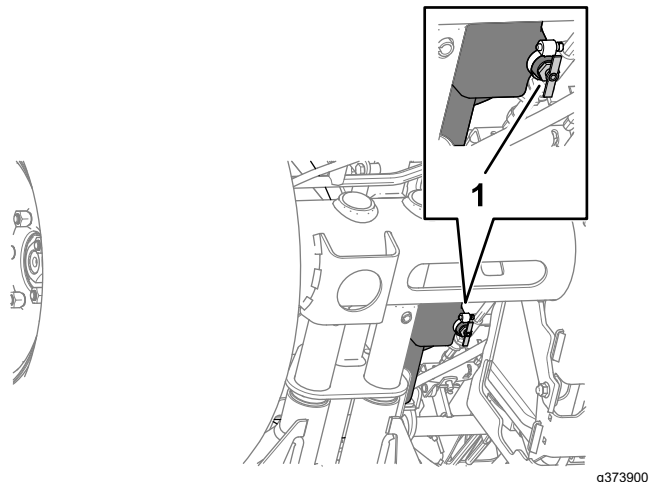

Рисунок 89
2. Поместите сливной поддон под сливной клапан топливного бака (Рисунок 89).